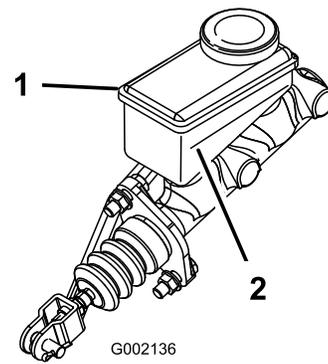

Bild 38
3. Sehen Sie sich die Seite des Behälters an. Der Stand sollte über der Minimummarkierung liegen (Bild 38). Wenn die Bremsflüssigkeit niedrig ist, reinigen Sie den Bereich um den Deckel, nehmen Sie den Deckel ab und füllen Sie den Behälter bis über die Minimummarkierung. Füllen Sie nicht zu viel ein.